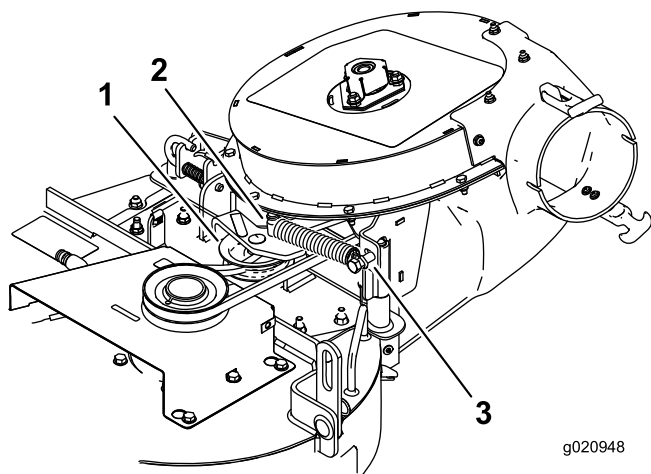

Figure 29
11. Accrochez le ressort à l'ergot de la poulie de tension (Figure 29).
12. Étirez et installez le ressort sur le boulon à épaulement (Figure 29).